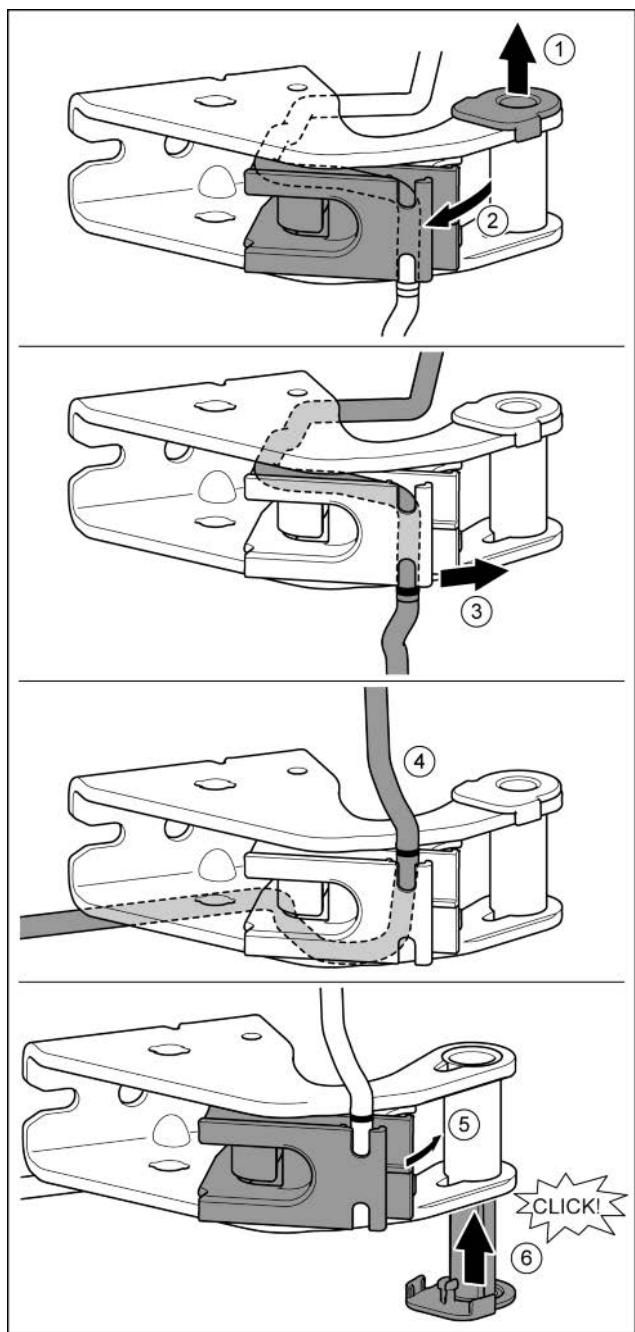

Fig. 25
- Опорную втулку вывести из направляющей. Fig. 25 (1)
- Отвести в сторону держатель кабеля. Fig. 25 (2)
- Высвободить кабель из направляющей. Fig. 25 (3)
- Вставить кабель, перевернув его в обратную сторону. Fig. 25 (4)
- Вернуть держатель кабеля в исходное положение. Fig. 25 (5)
- Установить и зафиксировать опорную втулку с другой стороны. Fig. 25 (6)